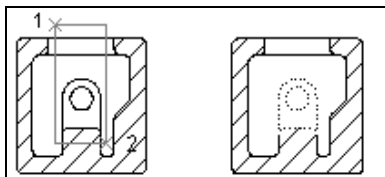

图 6-22 利用 **Bounding Window** 选取实体
(1) **Bounding Window**（界限窗口）。执行编辑命令后，用户应首先使光标落于待选实体的左侧，然后单击并按住鼠标左键，并向屏幕右侧拖动鼠标，让所选的每一个实体都完全落入选择窗口之内，释放鼠标，则被 **Bounding Window**（界限窗口）完全包围的实体将被选中，其他实体则不能被选中，图 6-22 所示为利用 **Bounding Window** 选取实体。